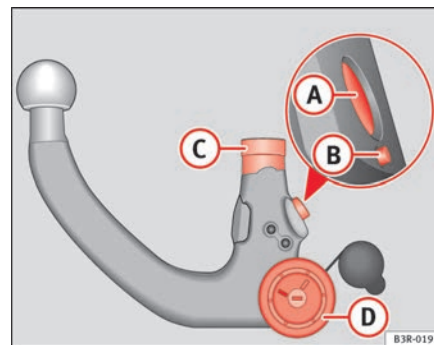

Fig. 158 Dispositivo de reboque desmontável: Rótula
- Verifique se o perno de bloqueio (A), a alavanca de desencaixe (B), o perno de encaixe (C) e a roda recartilhada (D) ⇒ página 208, fig. 158 da rótula não estão sujos nem deteriorados.